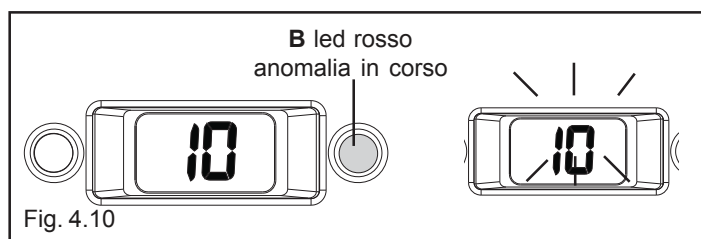

Fig. 4.10
Nel caso si verificassero anomalie di accensione o funzionamento la caldaia effettuerà un "ARRESTO DI SICUREZZA": sul pannello di comando si spegnerà il led verde, il display visualizzerà un codice anomalia lampeggiante (fig. 4.10) e, in caso di blocco, si accenderà il led rosso (B).